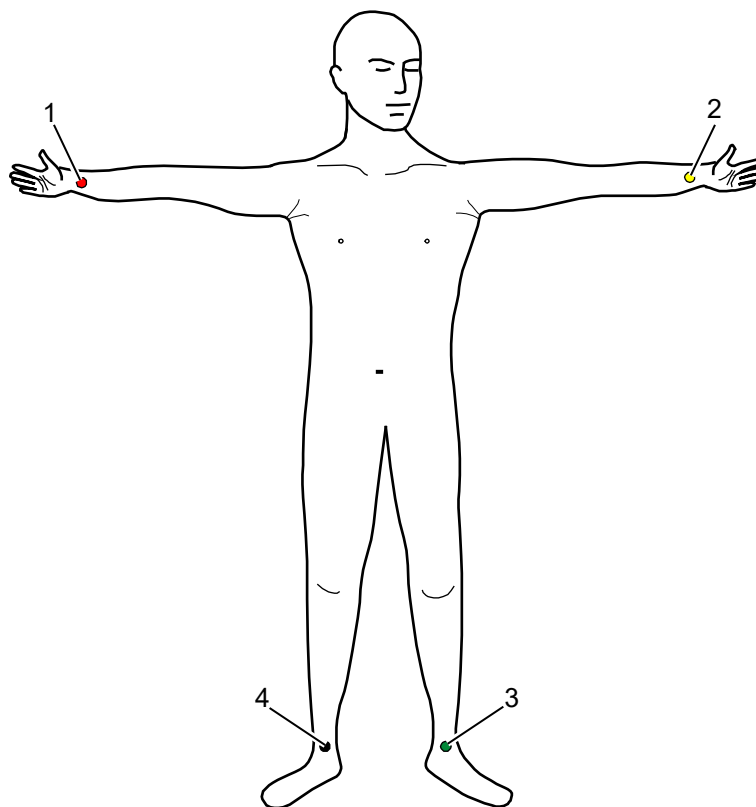

Bild 6-8 Ruhe-EKG, Anbringen der EKG-Elektroden (1)
- Rote EKG-Elektrode: rechter Arm (Bild 6-8, Pos. 1)
- Gelbe EKG-Elektrode: linker Arm (Bild 6-8, Pos. 2)
- Grüne EKG-Elektrode: linkes Bein (Bild 6-8, Pos. 3)
- Schwarze EKG-Elektrode: rechtes Bein (Bild 6-8, Pos. 4)